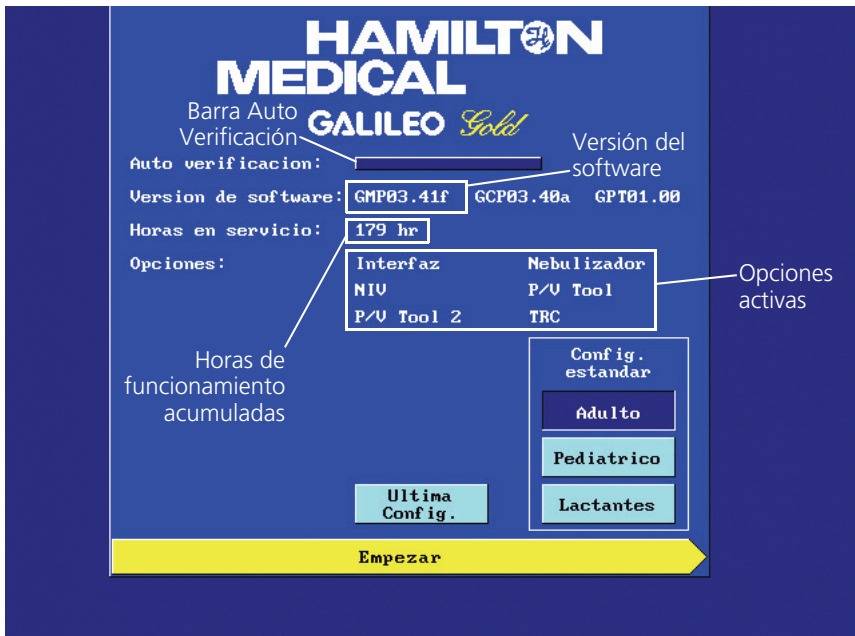

Figura 2-15. Pantalla de arranque
Para determinar si el ventilador dispone de la opción de nebulización, mire la pantalla de arranque (Figura 2-15). En el modo de configuración, puede ver los valores de ajuste del nebulizador.
- Al cabo de unos segundos, aparecerá la pantalla de arranque (Figura 2-15). Esta pantalla muestra la barra **Auto verificación**, las versiones de software instaladas, el total de horas de funcionamiento del ventilador y las opciones activadas. Durante esta Auto Verificación se escucharán tonos del zumbador y del altavoz. La versión del software que aparece en la figura (es decir, el dígito a la izquierda del punto decimal) deberá coincidir con la versión que figura en la portada de este manual.